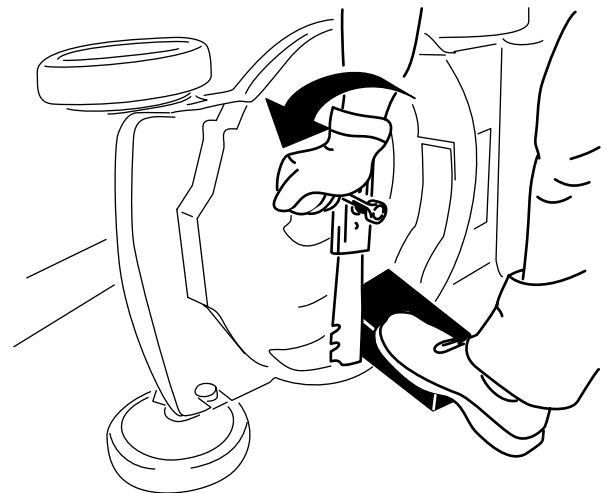

Figure 24
3. Immobilisez la lame avec un morceau de bois (Figure 24).
4. Déposez la lame mais conservez les fixations (Figure 24).